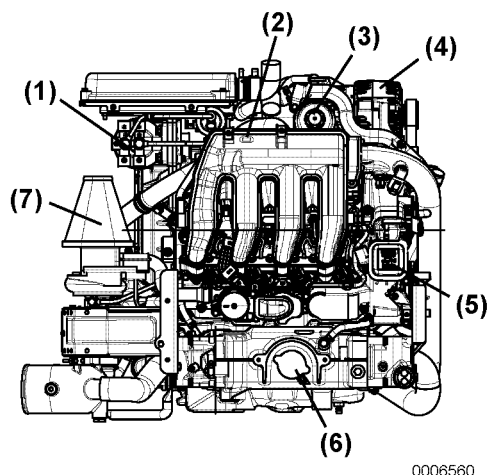

Abbildung 3
Abbildung 1, Abbildung 2 und Abbildung 3 stellen eine typische Ausführung eines 4BY3-Motors dar. Ihr Motor ist unter Umständen anders ausgestattet als der dargestellte Motor.
Anmerkung: Zum Lieferumfang von Yanmar gehört ein vom Montagebetrieb einzubauender wasserabscheidender Vorfilter. Der Motor ist mit einem angebauten Feinfilter (Abbildung 3, (1)) ausgestattet.